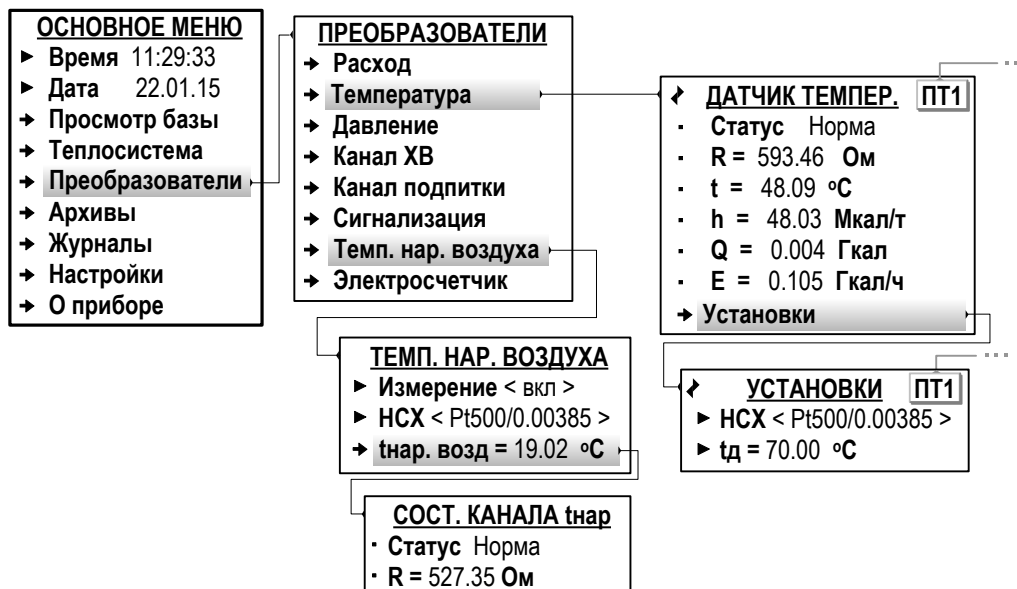

Рис.29. Вид меню настройки ПТ (режим СЕРВИС).
6.5.4.2. Настройка параметров входов для подключения преобразователей температуры выполняется в меню **Преобразователи / Температура / Установки** (рис.29).
- 6.5.4.3. Программное подключение датчика температуры наружного воздуха выполняется в меню **Преобразователи / Темп. нар. воздуха** (рис.29): для параметра **Измерение** устанавливается значение **вкл.** После чего обеспечивается доступ к его установочным параметрам.